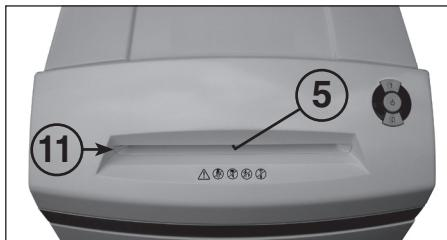

Fig. 3
Alimentar o mecanismo de corte com **papel** através da ranhura de alimentação de papel (11) (Fig. 3).